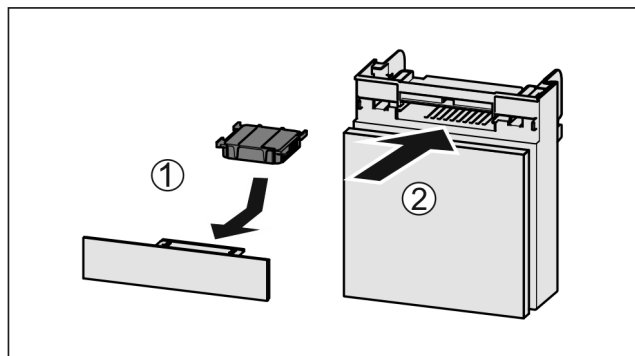

Fig. 40
- Поставете Fig. 40 (1) филтъра с активен въглен, както е показано на фигурата.
- Вкарайте Fig. 40 (2) отделениято.